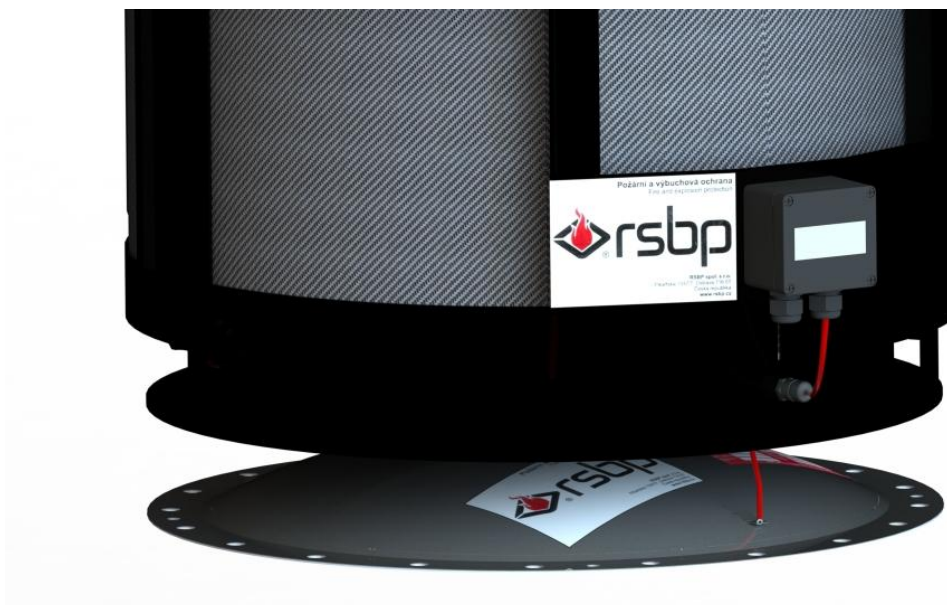

Рис. 12 – Подключение сигнализатора положения
- 8) Составной частью пламягасителя являются мембрана и сигнализатор. Кабель сигнализатора должен проходить через впускной патрубок и подключён к электрической коробке (рис. 12).